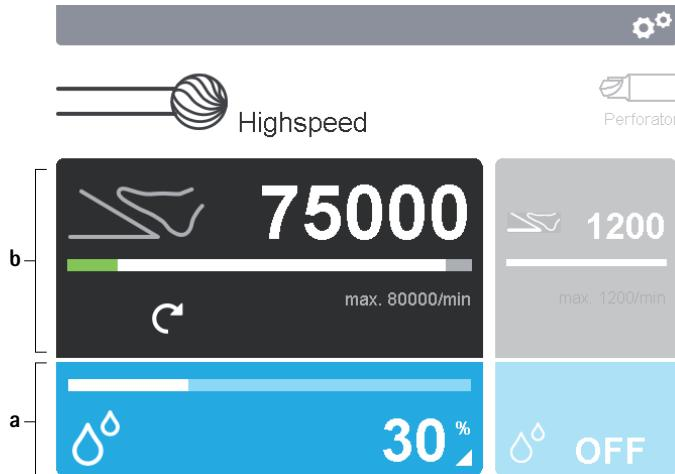

Fig. 5 Activación de los paneles de mando
- Modificación de los parámetros de ajuste del elemento de aplicación: Accionar el panel de mando del elemento de aplicación **a** en la pantalla **2**, ver Fig. 5.